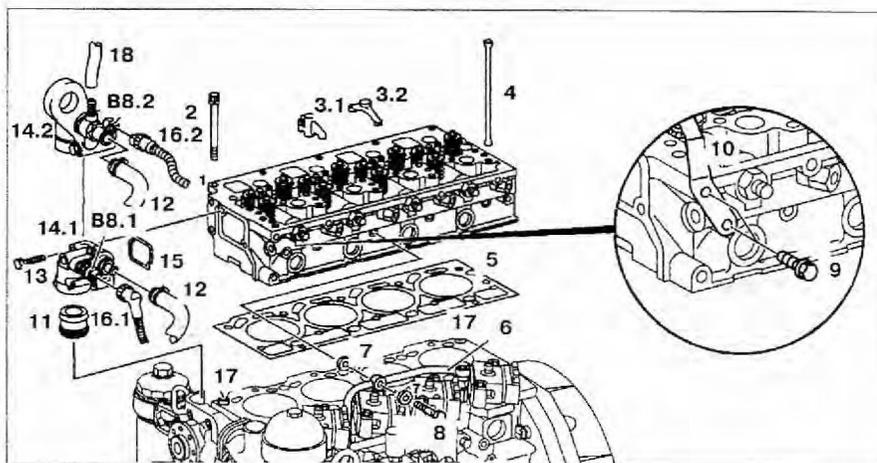

Рис. 3.6. Головка блока цилиндров:
7. Снимите сливной топливопровод 6 с головки блока цилиндров 1 (рис. 3.6). Замените сальники 7.